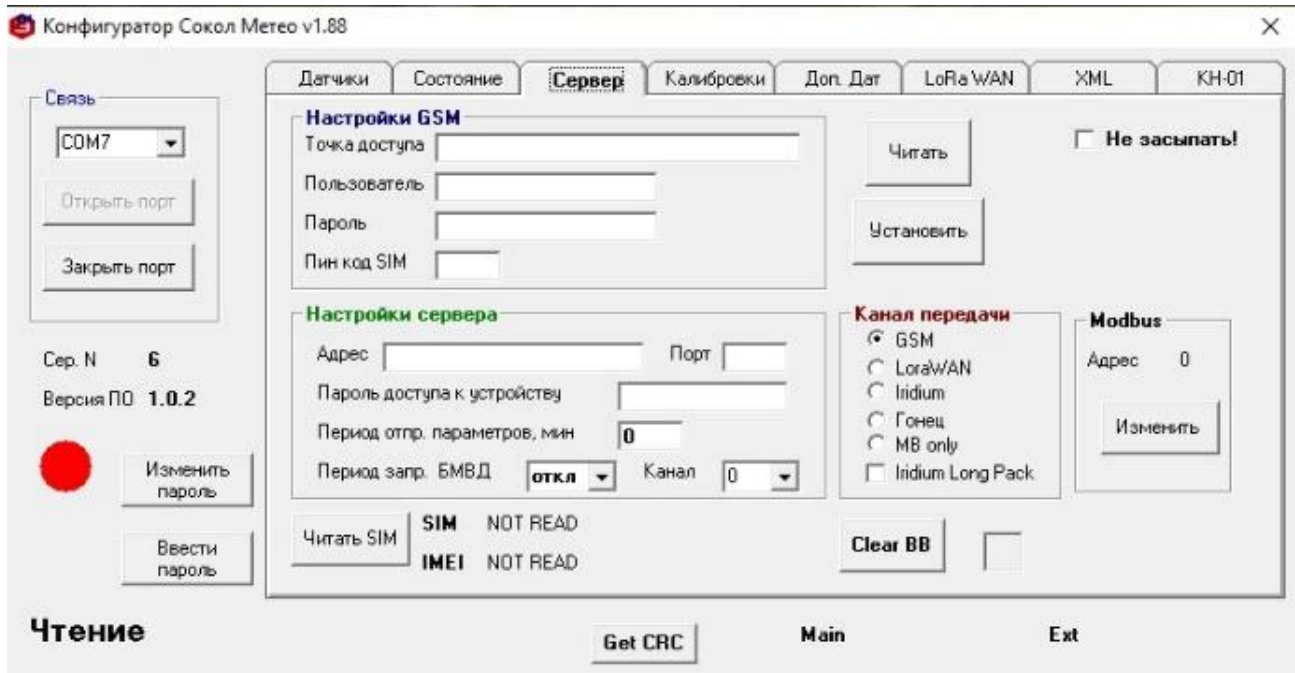

Рисунок 13–Вкладка «Сервер» (поле ModBus).
2.6.5 Во вкладке «Сервер» отображен сетевой адрес ModBus Анеморумбометра (поле ModBus) (Рисунок 13)